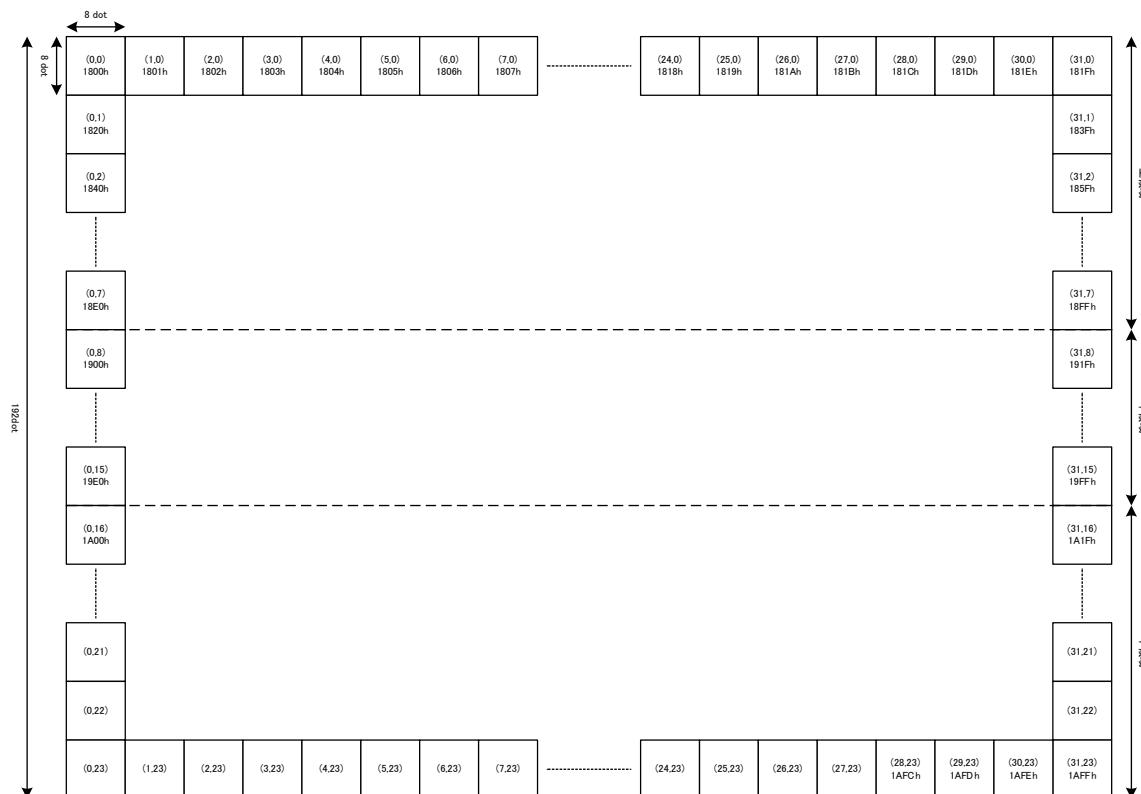

図 2.2.4.1-1. SCREEN2 の上中下分割イメージ
(1)の特徴ですが、水平 32 パーツ、垂直 8 パーツの領域で分割されています。説明の便宜上これらの名前を、(0,0)-(31,7)の上領域、(0,8)-(31,15)の中領域、(0,16)-(31,23)の下領域とします。Pattern Name Table のサイズは SCREEN1 と同じですが、これを上領域・中領域・下領域に分割しているので、図 2.2.4.1-1.のような対応関係になります。